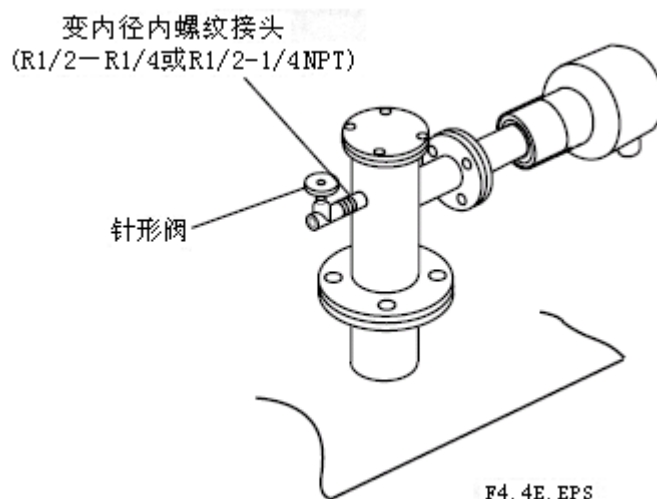

图 4.4 限制样气排放流量的针形阀安装
- 如果使用高温探头而测量气的压力高于 0.49 kPa，建议在高温探头适配器（见 4.1.4, 图 4.4）的样气排气管上使用针形阀（节流阀）。
- 如果使用高温探头和测量气的压力高于 0.5 kPa 时，建议在高温探头适配器的样气排放上使用针形阀（节流阀）用（见 4.1.4 节，图 4.4）。